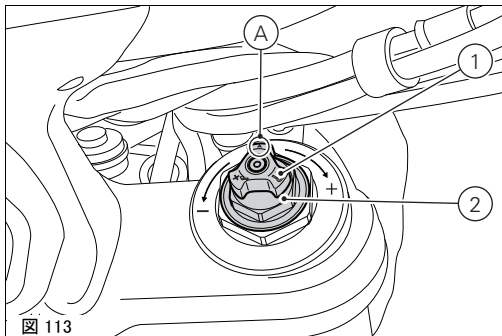

図 113
- 1) 油圧ブレーキのリバウンドダンピング調整 (図 113)；
- 2) インナー springs プリロード調整 (図 113)；
各フォーク内部のスプリングプリロードを変更するには、全開のポジションから、六角アジャスターナット (2、図 113) を 22 mm の六角レンチで回します (時計周りで)。基準の位置 (A、図 113) から時計回りに一回転すると、スプリングプリロード 1mm に相当し、最大値は 15mm で 15 回転に相当します。